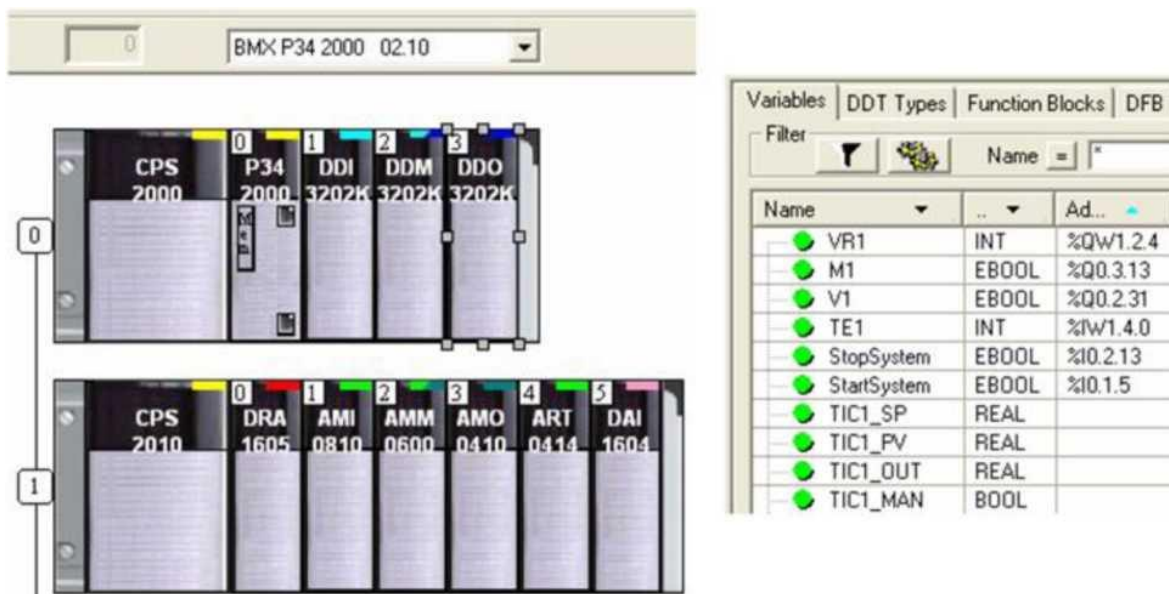

Рис.1. Компонування М340 та створення локалізованих змінних I/O
3) Створити конфігурацію ПЛК та його модулів, відповідно до рис.1. та таблиці1.